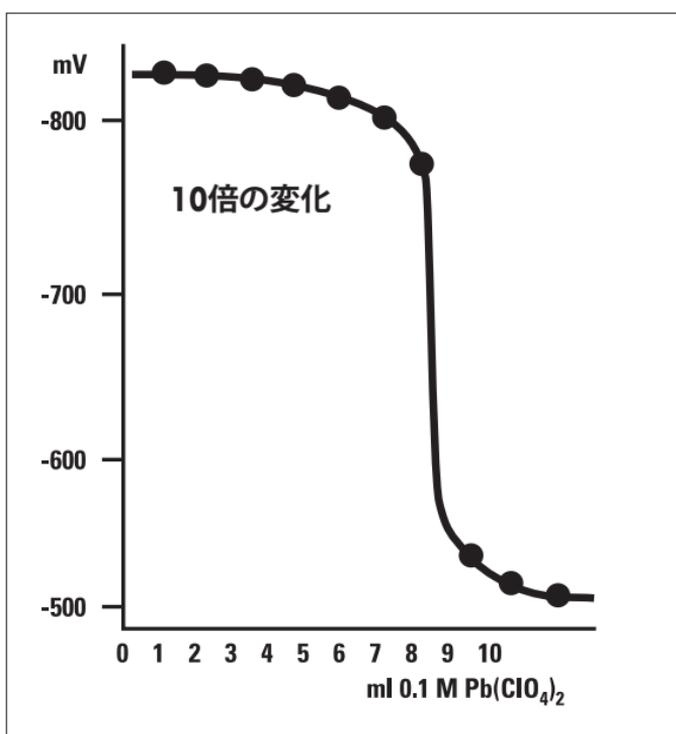

図 5 – 25 mL (希釈前) の 0.03 mol/L の硫化物イオンサンプルを 0.01 mol/L Pb(ClO₄)₂ で滴定したときの典型的な曲線
2. Tx Excellence および G20 Compact 滴定装置に設定されている EQP (当量点) テンプレートを変更し、当量点滴定を実行します。EQP とは、滴定曲線のスロープが最大になる点 (変曲点) です。図 5 を参照してください。